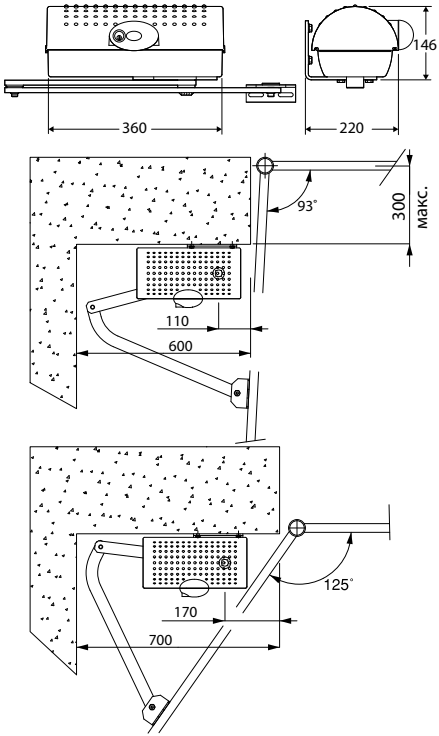
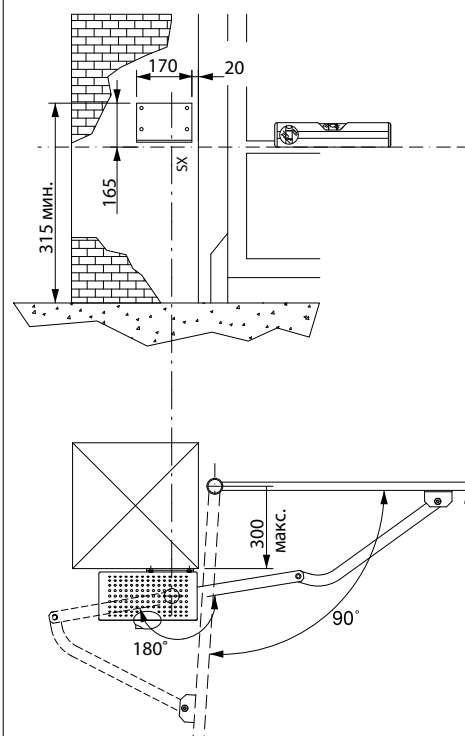
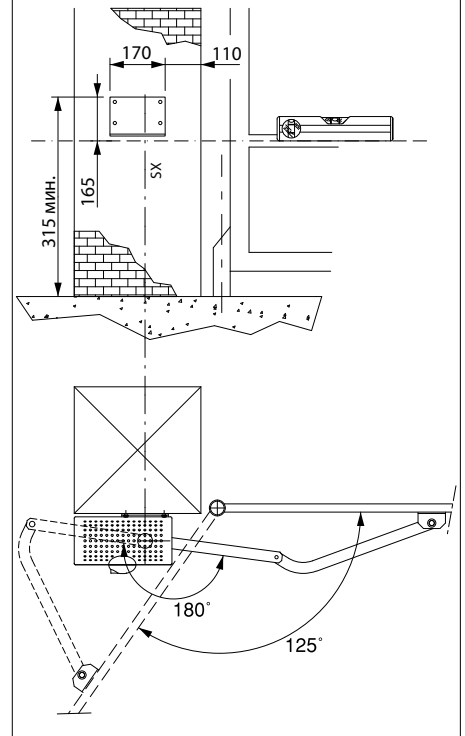

Рис. 2
Рис. 3
Рис. 4
5) КРЕПЛЕНИЕ ЗАДНЕГО КРОНШТЕЙНА (Рис.2).
- В комплекте привода имеется задний кронштейн и складной рычаг. Закройте ворота. От центра усиленного места створки ворот, проведите воображаемую горизонтальную линию до заднего кронштейна. Закрепите кронштейн соответственно значениям приведенным на Рис. 2, для открывания до 90°, или на Рис. 3, для открывания от 90° до 125° макс. Кронштейн должен быть закреплен горизонтально и перпендикулярно к створке ворот. Используйте для крепления к столбу дюбеля или анкерные болты. Если поверхность столба не ровная, используйте анкерные шпильки с гайками, чтобы можно было регулировать кронштейн (Рис. 4).